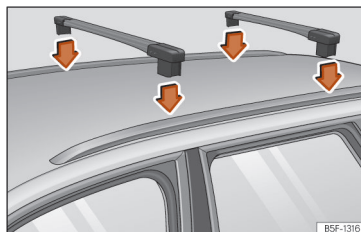

Abb. 194 Befestigungspunkte der Längsträger für den Dachgepäckträger (Leon Sportstourer).
Gültig für Leon Sportstourer: Die Querstangen werden an der seitlichen Dachring angebracht »» (Abb. 194). Der Abstand zwischen den Querstangen (A) muss etwa 75 cm betragen und der Abstand der Querstange vorn zu der Halterung vorn der Seitenstange des Dachs (B) muss 30 cm betragen.